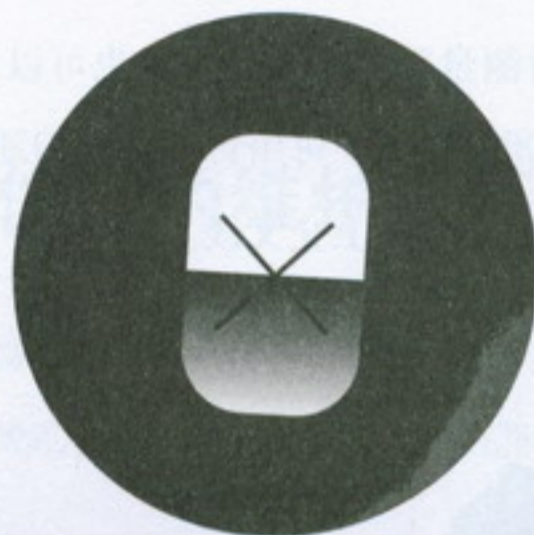

图2
8. 旋转调节手轮，使明暗分界线准确对准交叉线的交点。（图2）